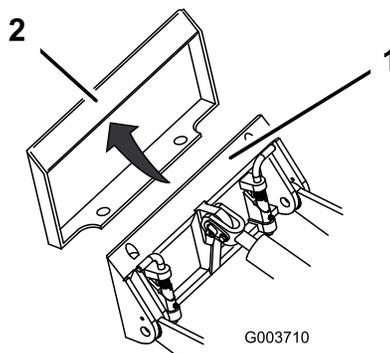

図 15
4. 取り付けプレートをアタッチメント受けプレートの上側にセットする **図 15**。